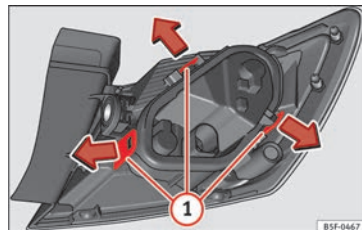

Bild 117 Fästflikar på baksidan av bakljuset.
- Ta bort lamphållaren » **bild 117** genom att öppna fästklämmorna **①**.